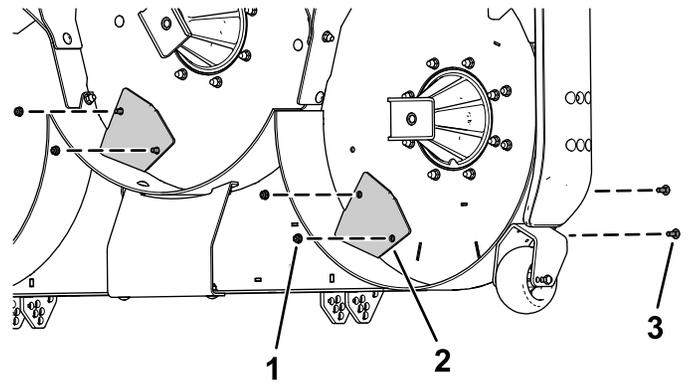

Figura 6
2. Prenda os dois tirantes na plataforma do cortador utilizando quatro parafusos de carroçaria (5/16 pol. x 7/8 pol.) e quatro porcas flangeadas (5/16 pol.), como se mostra na Figura 6.